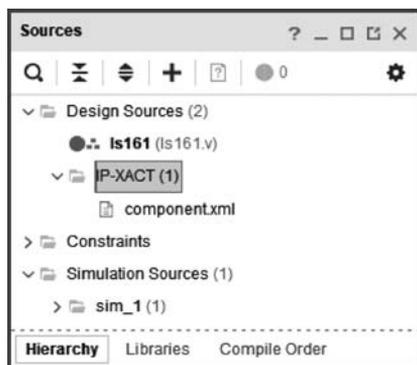

图 3.43 IP 核封装信息文件
(1) 完成 IP 核的创建后,在 Vivado 主界面中,选择 Sources 窗格下的 Hierarchy 标签页,此时在 Design Sources 下方出现一个名为 IP-XACT 的图标,其下有一个 component.xml 的文件,其中保存了封装 IP 核的信息,如图 3.43 所示。